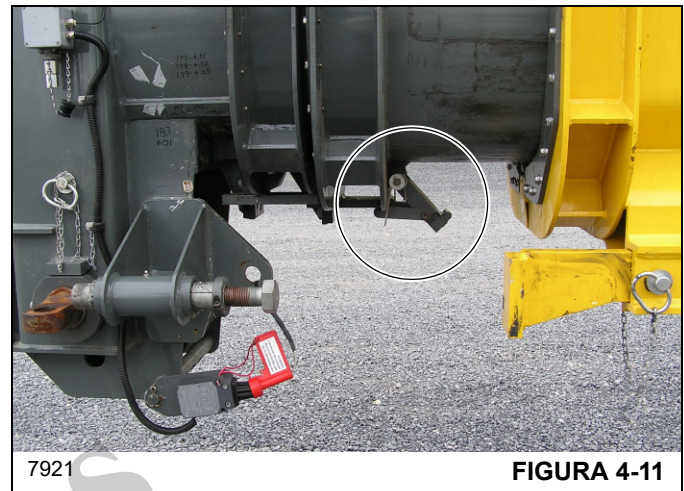

FIGURA 4-11
5. Estenda a lança o suficiente para desengatar o calço de parada da lança acionado por mola (Figura 4-11).